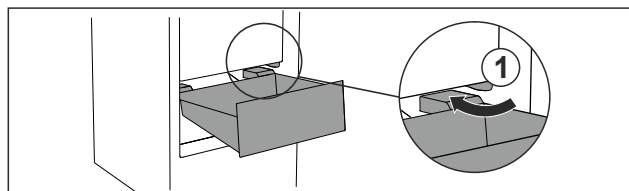

Fig. 69
- ▶ Zásuvku ved'te šikmo podél zarážek Fig. 69 (1).